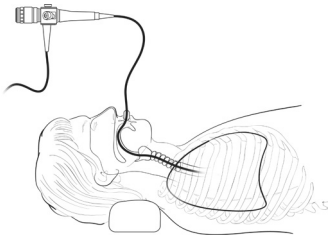

Figure 7 : Progression du bronchoscope dans les voies aériennes du patient
6. Introduire le bronchoscope flexible par le nez ou la bouche, selon ce qui convient le mieux. Voir Figure 7 ci-dessous.